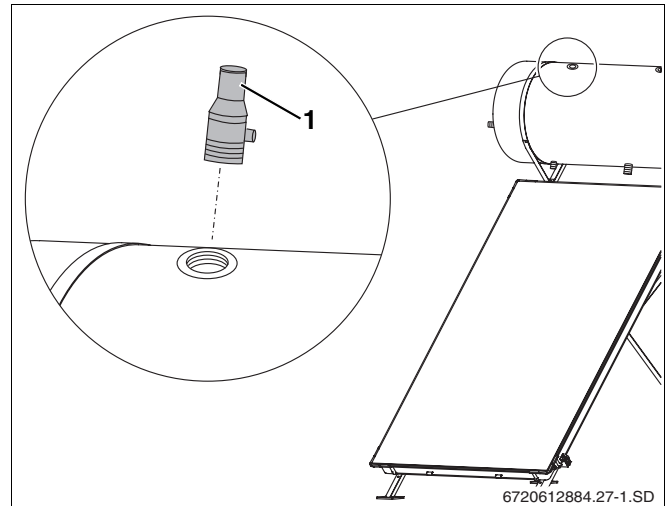

Fig. 28 Montaje de la válvula de seguridad en el lado solar
- ▶ Monte la válvula de seguridad del lado solar (2,5 bar) en la parte superior del acumulador (fig. 28, **pos. 1**).